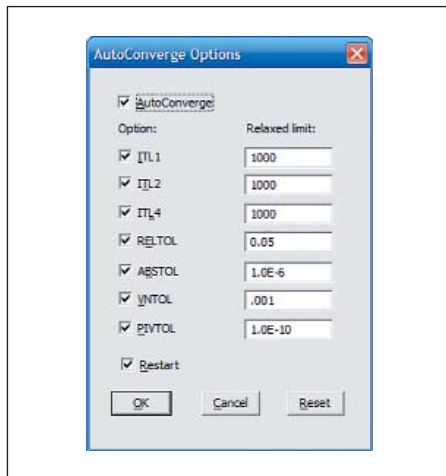

Рис. 4. Диалоговое окно AutoConverge Options
2. В открывшемся диалоговом окне AutoConvergence Options (рис. 4) выберем опцию **AutoConverge**. По умолчанию будут выбраны все опции этого диалогового окна.